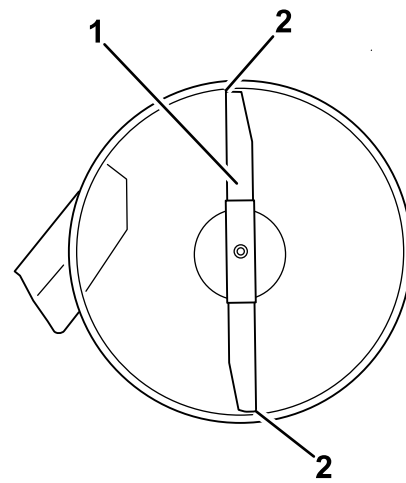
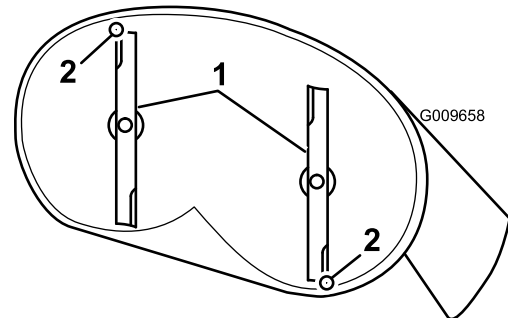

Figure 60
Figure 61
4. Faites pivoter la ou les lames avec précaution pour faire passer les pointes avant à l'arrière (Figure 60 et Figure 61).
5. Mesurez la distance entre la pointe de la lame avant et la pointe de la lame arrière par rapport à la surface plane (Figure 60 et Figure 61).
9. Une fois le réglage effectué, vérifiez à nouveau l'inclinaison avant/arrière de la lame; continuez d'ajuster l'écrou jusqu'à ce que la pointe avant de la lame soit de 1,6 à 8 mm (1/16 à 5/16 po) plus bas que la pointe arrière (Figure 60 et Figure 61).